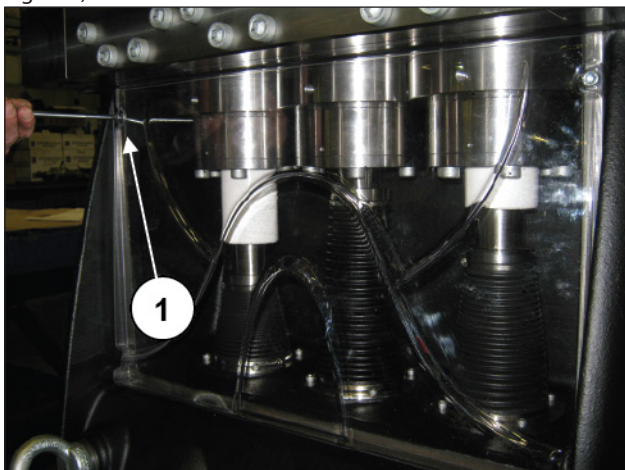
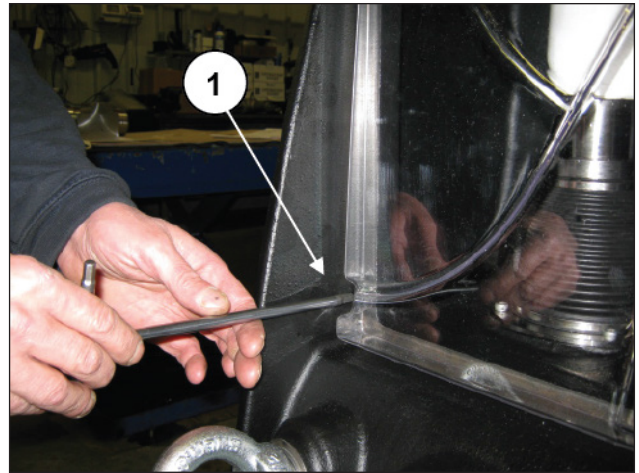

Fig. 200
Fig. 201
Para acessar o grupo do pistão, solte os quatro parafusos M6 e remova a cobertura de inspeção superior (pos. ①, Fig. 200 e Fig. 201).